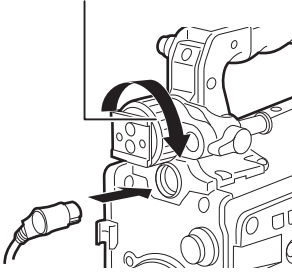

図 1
- 2 カメラの〈VF〉端子に接続プラグを接続する。(図 1)
- 3 ビューファインダー左右位置固定リングをゆるめる。(図 1)